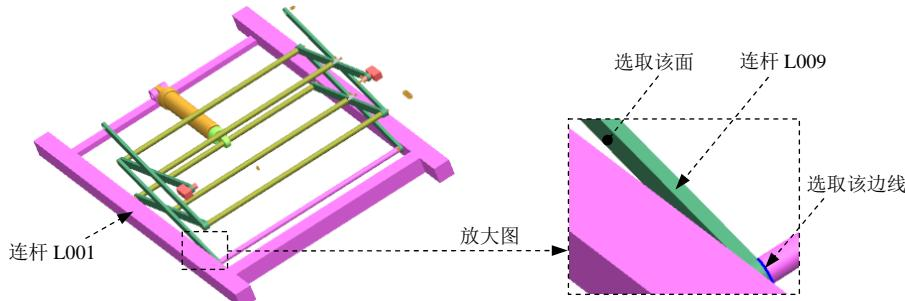

图 10.5.25 定义旋转副（十二）
(1) 选择连杆。在运动导航器中先将连杆 L001 取消隐藏，然后将连杆 L018 隐藏，选取图 10.5.25 所示的连杆 L009。
(2) 定义原点及矢量。在“运动副”对话框的 **指定原点** 下拉列表中选取“圆弧中心” 选项，在模型中选取图 10.5.25 所示的圆弧为定位原点参照；选取图 10.5.25 所示的面作为矢量参考面。
(3) 添加啮合连杆。在“运动副”对话框的基本 区域中选中  **啮合连杆** 复选框，单击 **选择连杆 (0)**，选取图 10.5.25 所示的连杆 L001。
(4) 定义啮合连杆原点及矢量。在“运动副”对话框 基本 区域的 **指定原点** 下拉列表中选取“圆弧中心” 选项，在模型中选取图 10.5.25 所示的圆弧为定位原点参照；选取图 10.5.25 所示的面作为矢量参考面。
(5) 单击 **应用** 按钮，完成第十七个运动副的添加。